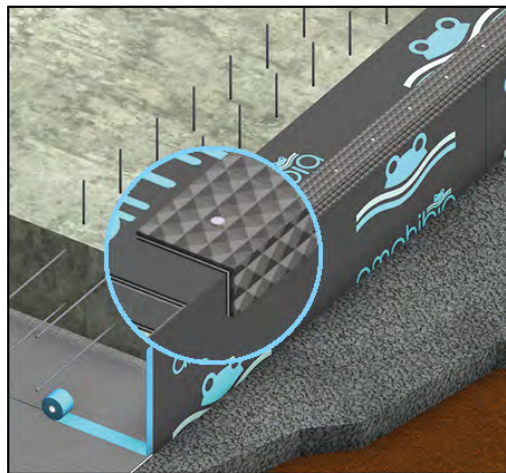

FIG. 3
- PRE-GETTO (Per murature in elevazione da realizzare con posa entro i casseri): stendere una fascia di AMPHIBIA 3000 sul dado di fondazione, fino al limite esterno della parete in c.a. che si andrà a realizzare, raccordandolo con l'eventuale AMPHIBIA 3000 GRIP proveniente dalla platea utilizzando lo specifico profilo angolare AMPHIBIA PRESSURE CORNER 90° (Fig. 3).